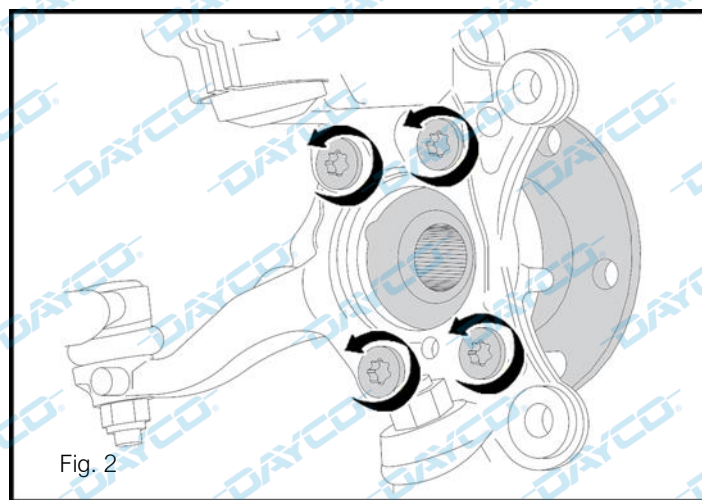

Fig. 2
- Svitare le viti indicate. (Fig. 2)